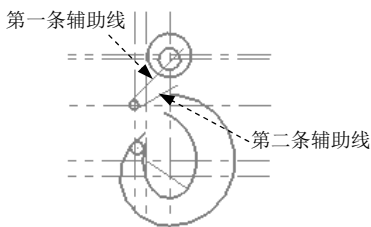

图 3.17.26 绘制辅助线
Step12. 绘制图 3.17.26 所示的两条辅助线。
- (1) 定义绘图图层。在状态栏的 **层别** 按钮后的文本框中输入值 3，并按 Enter 键确认。
- (2) 定义绘图线型。在 下拉列表中选择第一个选项 .
- (3) 选择命令。选择下拉菜单 **绘图(C)** → **线(L)** → **绘制任意线(E)...** 命令，系统弹出“直线”工具栏。
- (4) 设置直线创建方式。在“直线”工具栏中单击 按钮使其处于按下状态。